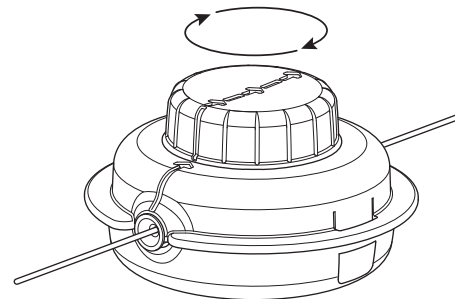

Fig. 19
5. Tournez le bouton de butée dans le sens des aiguilles d'une montre pour enrouler le fil jusqu'à ce qu'environ 12,7 cm (5 po) dépassent de chaque côté de la tête de coupe (Fig. 19). **NE PUSSEZ PAS** le bouton de butée vers le bas lors de l'enroulement du fil.